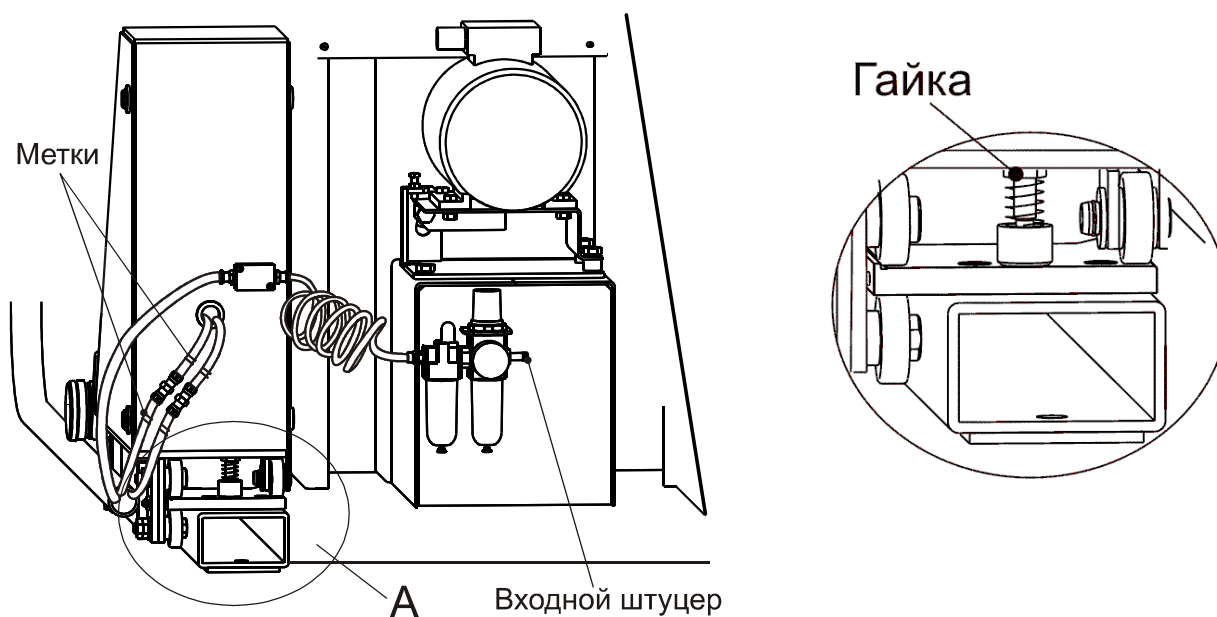

Рисунок 4.5
4.2.6 Усилие перемещения лифта по горизонтали отрегулировать при помощи гайки. При перемещении гайки вниз усилие возрастает, и наоборот, рисунок 4.5.